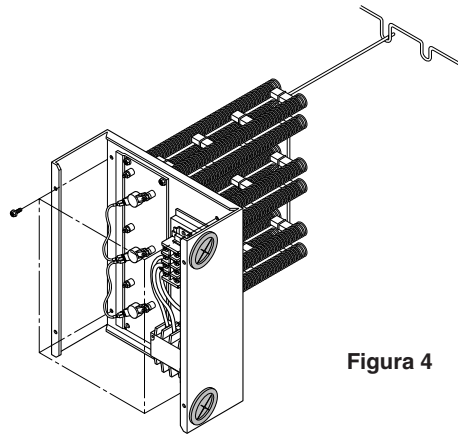

Figura 4
6. Asegurar el conjunto del control del calefactor de la cavidad del calefactor utilizando cuatro (4) tornillos. (Ver Figura 4)